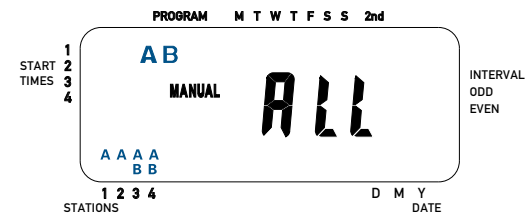

Figura 9: Azionamento manuale di entrambi i programmi A e B
- Ruotare il quadrante circolare su **RUN (AZIONA)**, quindi premere il tasto **MANUAL (MANUALE)**. Il display visualizzerà "AB" e "ALL" (TUTTE) lampeggerà. [Vedi Figura 9] Ciò indica che tutte le stazioni dei programmi "A" e "B" irrigheranno in sequenza per la durata ad esse assegnata.